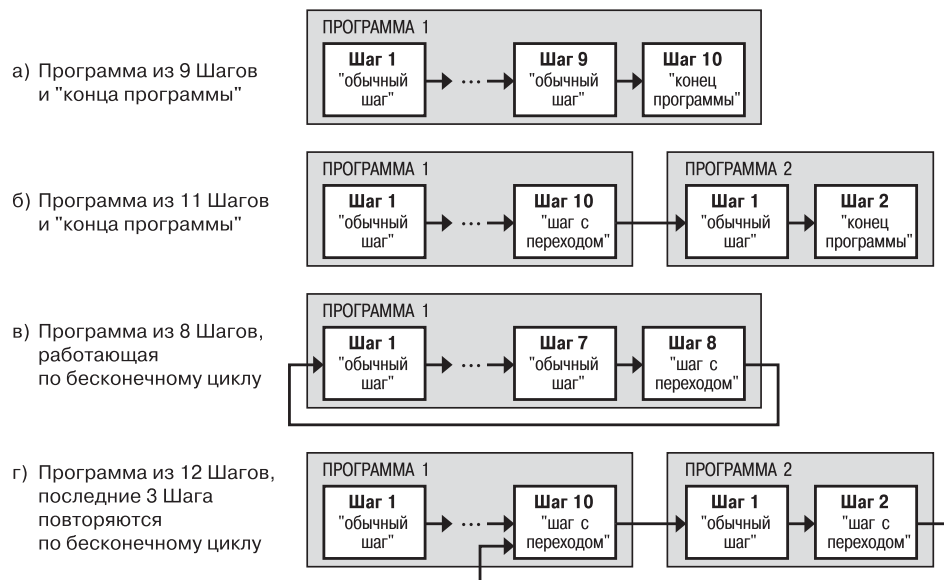

Рис. 3. Примеры Программ, которые можно реализовать с помощью различных типов Шагов
- Программу, состоящую более чем из 10 Шагов (рис. 3, б, г);
- Программу, работающую по бесконечному циклу (рис. 3, в, г).
Нециклическая Программа в ТРМ151-10 (рис. 3, а, б) состоит из последовательности «обычных шагов» и «шагов с переходом», которая заканчивается Шагом типа «конец программы».